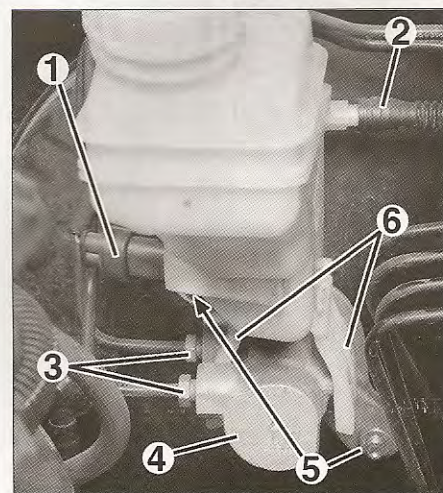

FIG. 12
- el contactor de nivel mínimo (1) de líquido de freno (fig. 12).
- el tubo de alimentación (2) del cilindro principal de embrague.
- las tuberías de freno (3) del cilindro principal de freno (4).
- Desmontar las 2 tuercas de fijación (5) del cilindro principal de freno (4).